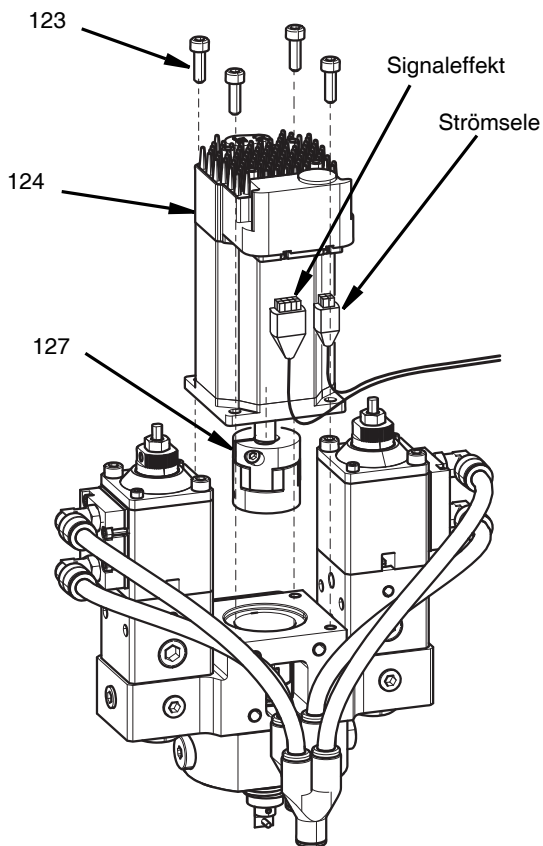

FIG. 35
5. Ta bort de fyra M5 x 16-skruvarna (123) med en 4 mm insexnyckel.
6. Ta bort motorn (124). Se FIG. 35,